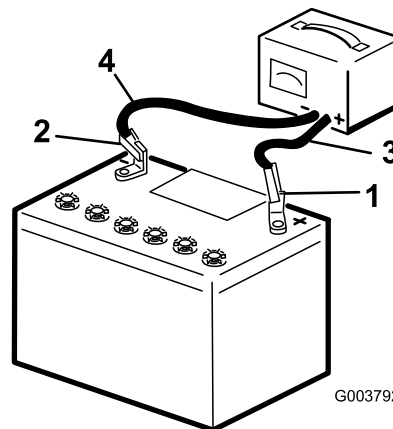

Figure 43
2. Chargez la batterie au régime de 3 à 4 ampères durant 4 à 8 heures (Figure 43). Ne chargez pas la batterie excessivement.
3. Quand la batterie est chargée au maximum, débranchez le chargeur de la prise, puis débranchez les fils du chargeur des bornes de la batterie (Figure 43).